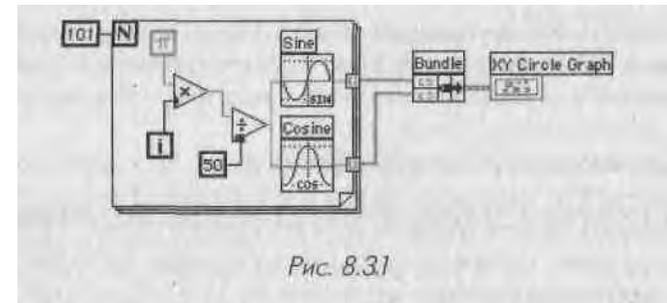

Рис. 8.31
- Постройте блок-диаграмму, как показано на рис. 8.31.